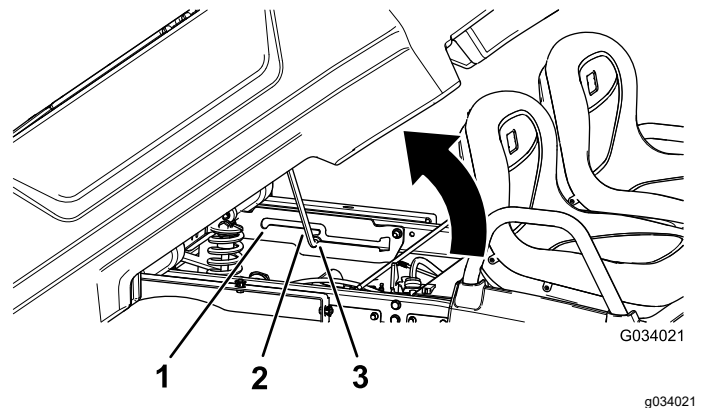

Figura 15
2. Trageți tija de susținere în fanta de declanșare a poziției de descărcare pentru a fixa platforma pentru descărcare (Figura 15).
2. Trageți tija de susținere în fanta de declanșare a poziției de service pentru a fixa platforma pentru lucrări de întreținere (Figura 15).
2. Scoateți tija de susinere din fanta de declanșare (Figura 15).